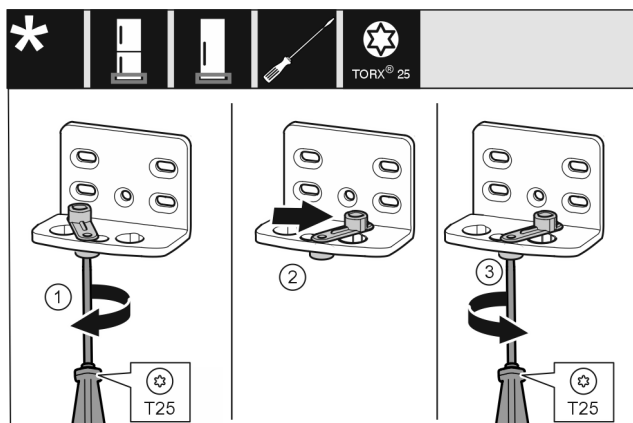

Fig. 11
- ▶ Šroubovákem T25 volně přišroubujte šroub. Fig. 11 (1)
- ▶ Zvedněte pomůcku zavírání dveří a v otvoru ji otočte o 90° doprava. Fig. 11 (2)
- ▶ Šroubovákem T25 šroub pevně utáhněte. Fig. 11 (3)